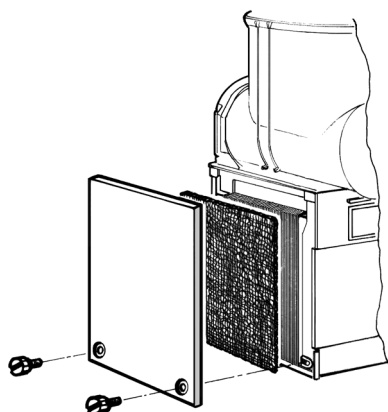

figure 15
- 7 Monter le réservoir et le pousser vers la paroi postérieure, en s'assurant qu'il s'adapte parfaitement au joint et que, en même temps, ses crochets inférieurs soient engagés dans les saillies prévues à cet effet sur le plan égouttoir (voir figure 15).